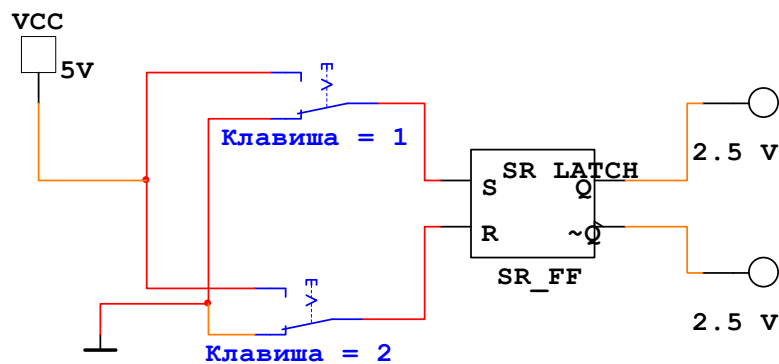

Рис.11.1
11.2.1. Для проверки работы RS триггера в статическом режиме соберите схему, изображенную на рис. 11.1.